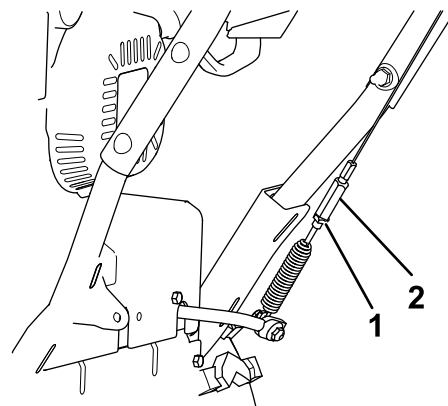

Figura 32
5. Allentate il controdado (**Figura 32**).
6. Allentate o serrate il tornichetto che regola la tensione del cavo (**Figura 32**).